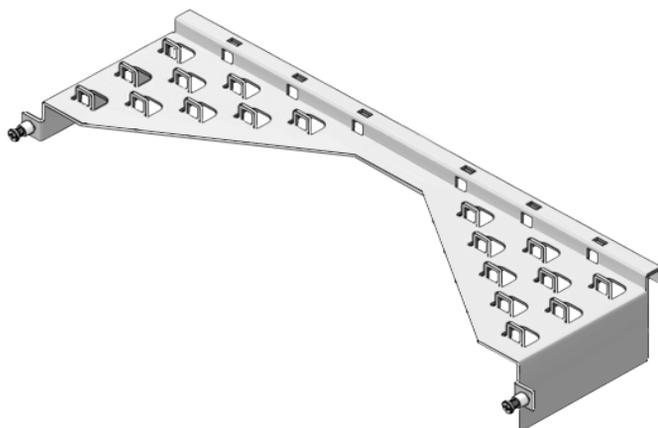
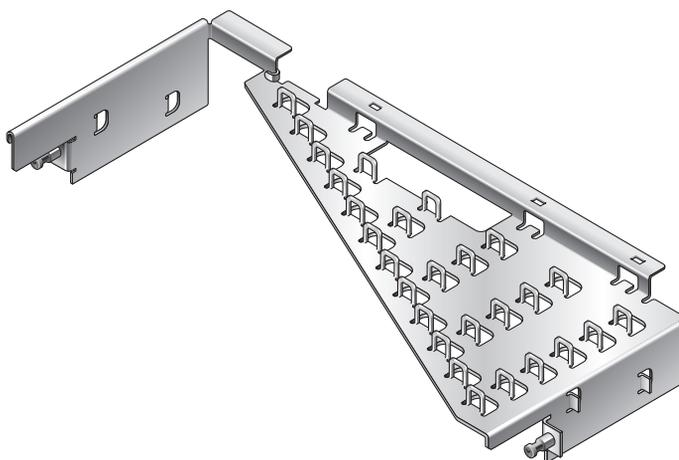
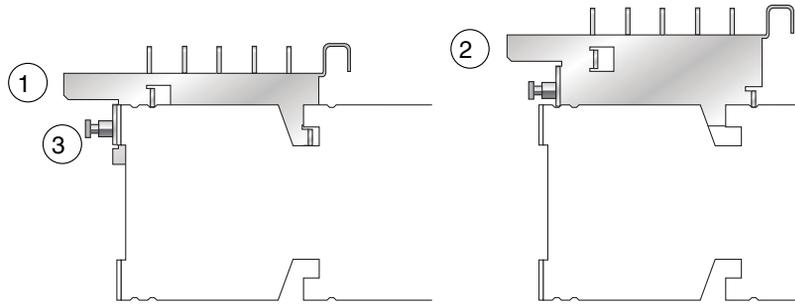

FIGURE 4-4 Plaque de gestion des câbles de type A
FIGURE 4-5 Plaque de gestion des câbles de type B
FIGURE 4-6 Plaque de gestion des câbles (vues latérales des positions normale et de maintenance)
2. Placez la plaque de gestion des câbles (FIGURE 4-4 ou FIGURE 4-5) dans sa position de maintenance (FIGURE 4-6) sur les supports.
Le côté gauche de la FIGURE 4-6 montre la carte de gestion des câbles dans la position normale.
5. Amenez la plaque de gestion des cartes de sa position normale en position de maintenance (FIGURE 4-6).
9. Abaissez la plaque de gestion des câbles de la position de maintenance en position normale (FIGURE 4-6).
4. Amenez la plaque de gestion des cartes de sa position normale en position de maintenance (FIGURE 4-6).
- 10. Abaissez la plaque de gestion des câbles de la position de maintenance en position normale (FIGURE 4-6).**
3. Amenez la plaque de gestion des cartes de sa position normale en position de maintenance (FIGURE 4-6).
9. **Abaissez la plaque de gestion des câbles de la position de maintenance en position normale (FIGURE 4-6).**
Cf. FIGURE 4-6.